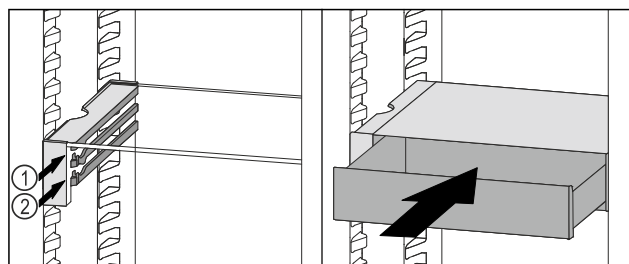

Fig. 140
- Stavite ladicu VarioSafe ukoso iza zaustavljača na željeni žlijeb Fig. 140 (1) ili Fig. 140 (2).